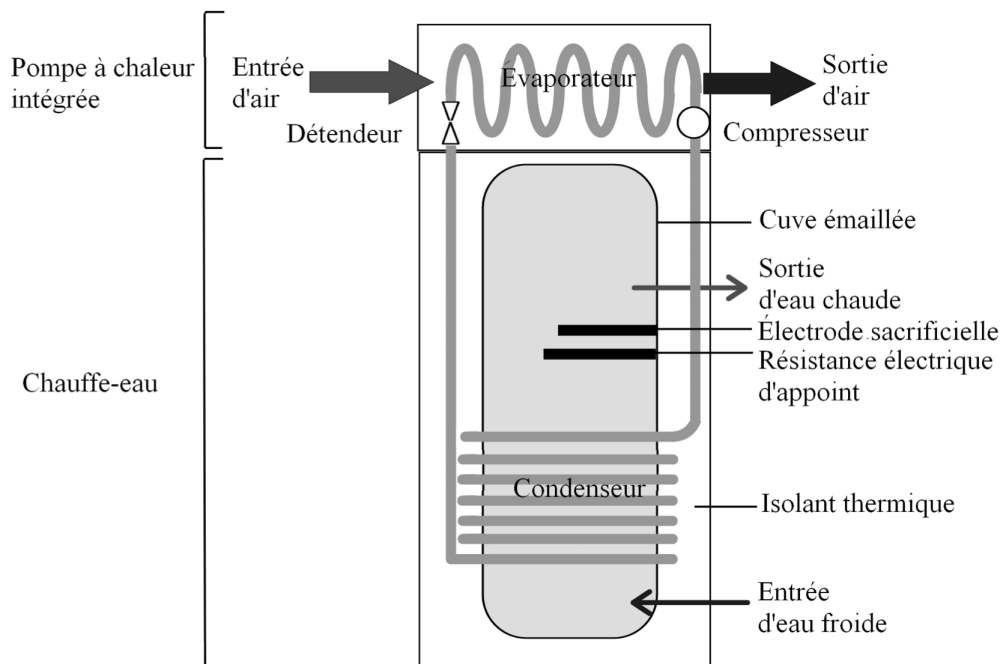

Figure 2: Schéma descriptif d'un chauffe-eau thermodynamique
- 2) aux chauffe-eaux thermodynamiques faisant appel à une pompe à chaleur (figure 2).
Dans cette partie, on s'intéresse à la pompe à chaleur d'un chauffe-eau thermodynamique schématisé sur la figure 2.